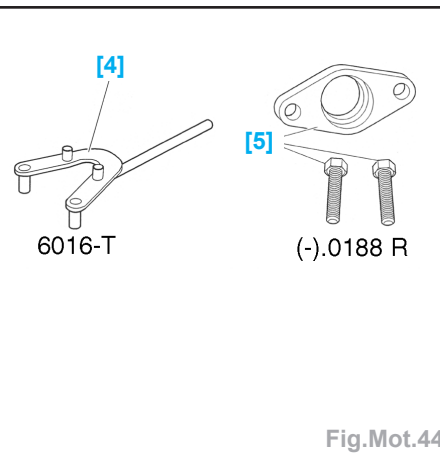

Fig.Mot.44
- Poser l'outil [5] (Fig.Mot.44).
- Desserrer puis déposer le pignon (8) d'entraînement de pompe haute pression à l'aide de l'outil [4].